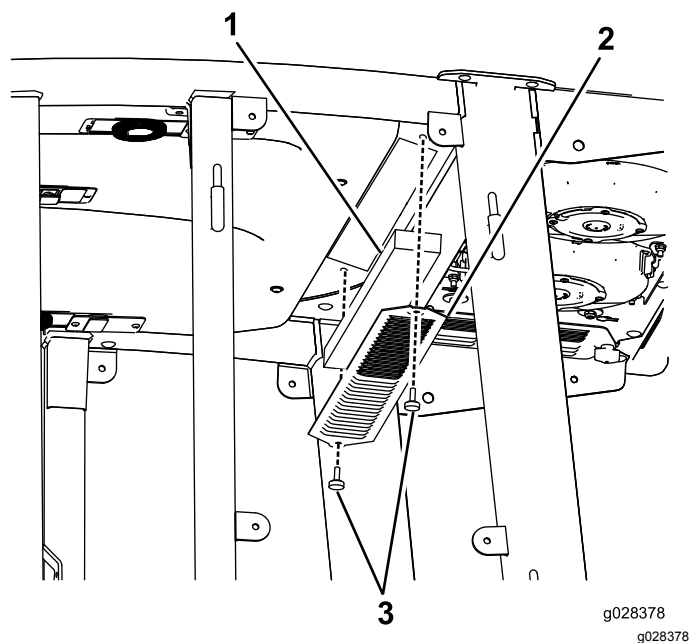
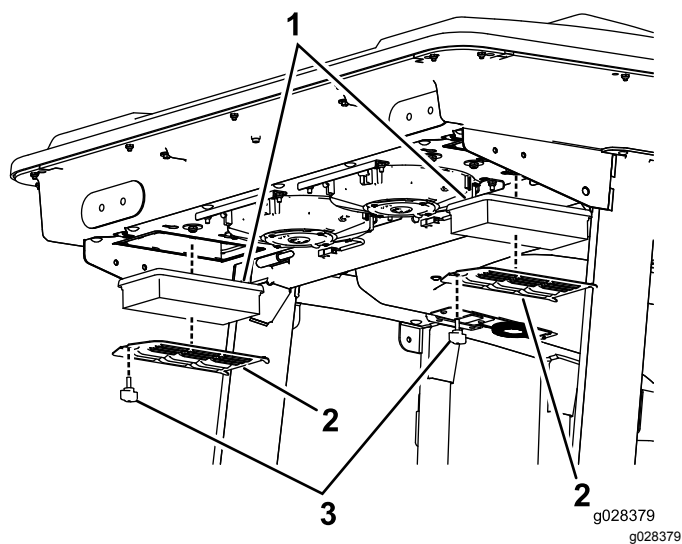

図 133
図 134
1. キャブ内とキャブ後部のエアフィルタについているつまみねじを外して、格子を取り外す 図 134 と 図 133。